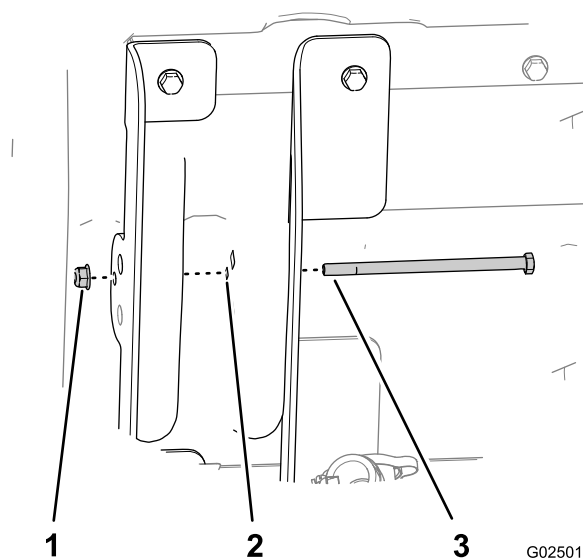

Рисунок 16
7. Вставьте болт с шестигранной головкой (5/16 x 5-1/2 дюйма) через отверстие диаметром 7,9 мм (5/16 дюйма) во внутреннем подъемном кронштейне (длинные фланцы), конструкцию кузова и наружный подъемный кронштейн кузова (короткие фланцы), как показано на Рисунок 16.
8. Затяните вручную болт с фланцевой гайкой (5/16 дюйма) (Рисунок 16).
11. Надежно затяните фланцевую гайку крепления болта (5/16 дюйма) (Рисунок 16).